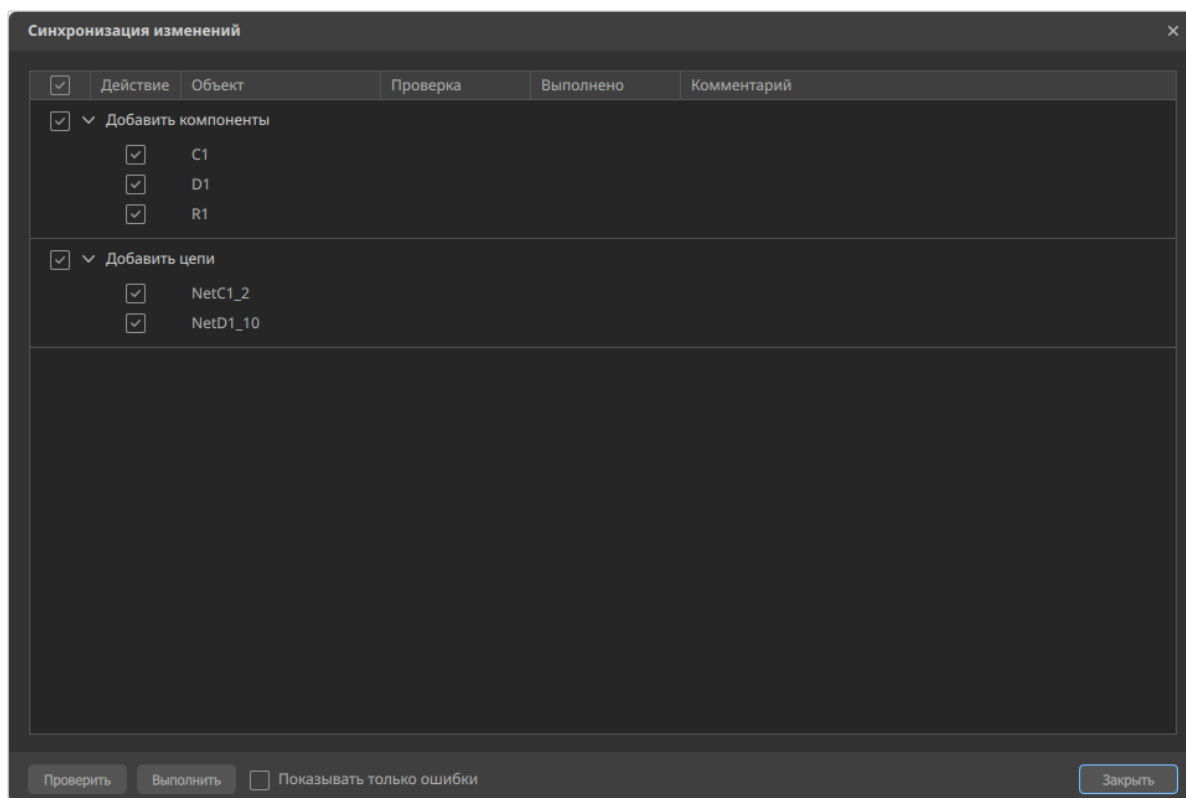

Рисунок 76. Окно «Синхронизация изменений»
- 2) После вызова команды при наличии изменений на схеме отобразится окно «Синхронизация изменений», отображающее список изменений, которые будут внесены в топологию платы (см. рисунок 76).